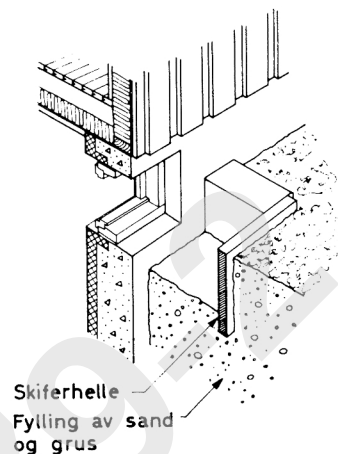
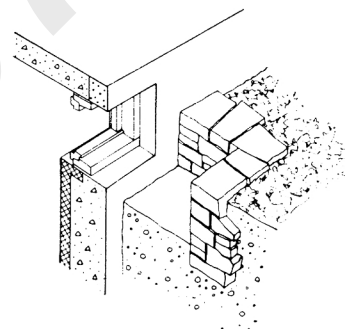

Fig. 211a.
Fig. 211b.
- 211 Hvis kjellervinduet underkant kommer bare ubetydelig under terrenget, kan lyskassen lages av en passelig tykk steinhelle som settes på kant på fyllingen utenfor muren. På hver side av vinduet brukes en flat stein, en tykk helleremse e. l. for å holde hellen på plass, fig. 211a. Tilsvarende lyskasse kan også mures opp som tørrmur av heller eller annen naturstein som vist på fig. 211b.